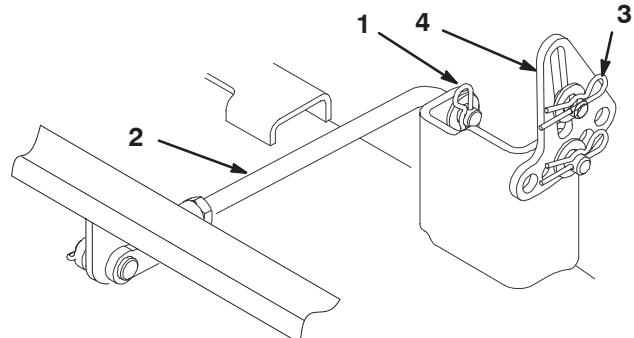

Figure 45
- Retirez la goupille fendue et la rondelle du tourillon arrière (Fig. 45) de chaque côté du plateau de coupe.
- Enlevez la goupille fendue et la rondelle des pattes de mise à niveau (Fig. 45) de chaque côté du plateau de coupe. Notez dans quel trou la patte de mise à niveau est montée, en prévision de la repose. Dégarez les pattes de l'axe de montage.
- Fixez le tourillon arrière à la machine à l'aide de la rondelle et de la goupille fendue (Fig. 45) de chaque côté du plateau de coupe.
- Glissez les pattes de mise à niveau sur les axes de montage et fixez-les à l'aide des rondelles et des goupilles fendues (Fig. 45).